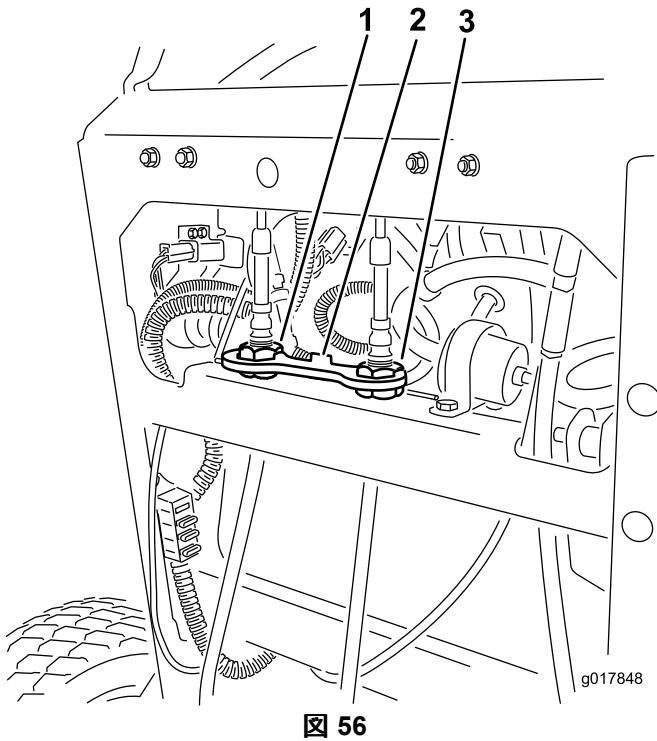

図 56
- 右ケーブル調整器を回して、右側走行コントロールレバーがコントロールパネルのニュートラルロックスロットの中央にくるようにする 図 56。